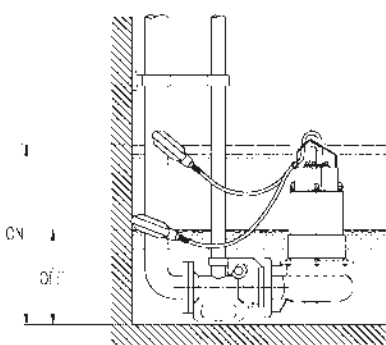

FIG. 9 • BEST 3-4-5
- aجية los dos tornillos (1) de fijación del filtro;
- quite el filtro (2);
- aجية los dos distanciadores (3) y quite la hélice (5);
- con un pequeño destornillador plano extraiga las arandelas de nylon (4) y cámbielas con otras nuevas;
- preste atención a no dañar el anillo de estanqueidad (6).
7.2. ELECTROBOMBAS BEST 2-5 (FIG. 9)